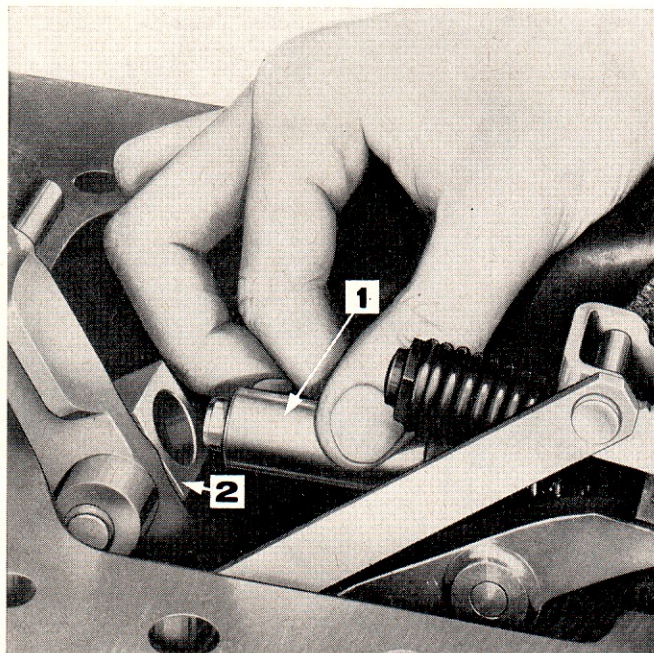

Figure 39: Montage de la bague d'appui de contrôle d'effort
15. Amener les bras de relevage à la position basse, puis, par l'ouverture arrière du couvercle de relevage, introduire la biellette de contrôle d'effort et son ressort. Placer la bague d'appui du ressort dans l'articulation du levier d'attaque du tiroir (Figure 39).